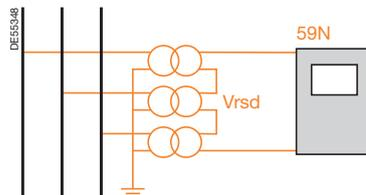

Fig. 43. Medida directa de tensión residual.
- La medida mediante tres transformadores de tensiones cuyos primarios están conectados en estrella y los secundarios, en una disposición en triángulo abierto, proporcionan la tensión residual (fig. 43).